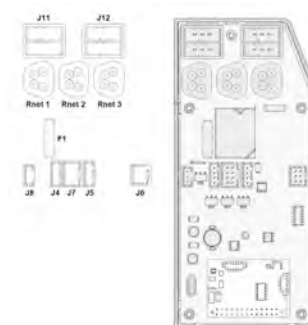

Abbildung 523. ICS-Mastermodul.
4. Trennen Sie die elektrischen Anschlüsse am ICS-Mastermodul. Achten Sie auf deren Platzierung. Siehe Abb. 523.
6. Ist der Rollstuhl mit Beleuchtung ausgestattet, entfernen Sie die Abdeckung des ICS-Mastermoduls und ziehen Sie die Verkabelung der Beleuchtung von den Kontakten auf der Platine ab. Siehe Abb. 523.